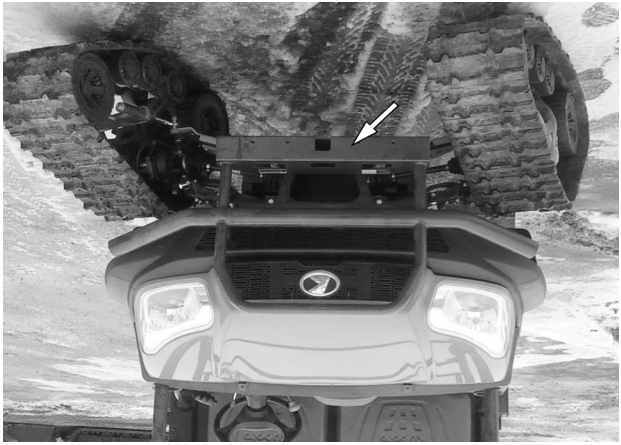

Fig. 30
3. Pour éviter des dommages au véhicule et aux chenilles des systèmes avant, sur les véhicules munis d'un pare-chocs (voir la Fig. 30), l'ajustement de limiteurs de conduite doit être vérifié pour s'assurer que les chenilles ne viennent pas en contact avec le pare-chocs.